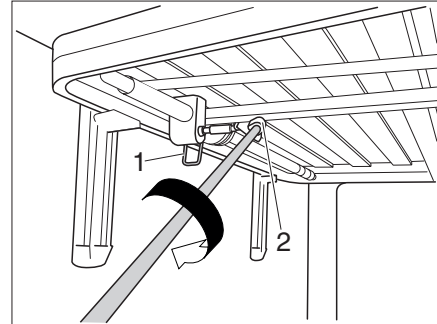

Bild 146 Höhenverstellung
- Sicherungshebel (Bild 146,1) lösen. Das Bett kann jetzt verstellt werden.
- Kurbel in die magnetische Vierkant-Aufnahme (Bild 146,2) schieben. Die Höhe des Bettes kann jetzt verändert werden.
- Kurbel aus der Vierkant-Aufnahme (Bild 146,2) ziehen und in der Halterung aufbewahren.